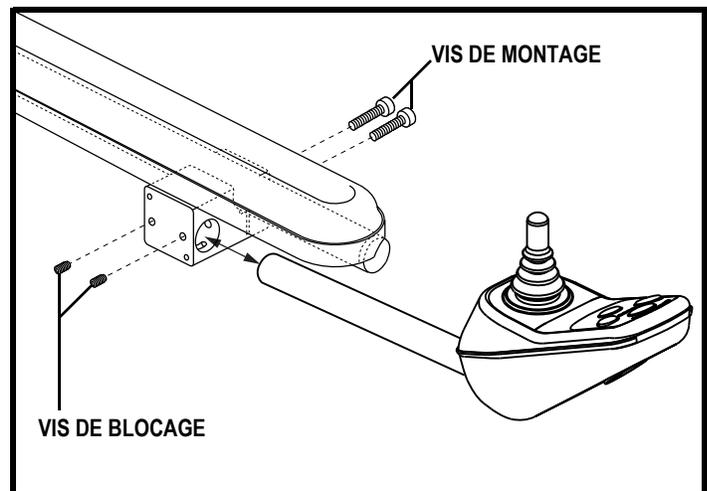

Figure 26. Support de montage de la manette de commande
5. Desserrez les vis sur le bloc de montage du contrôleur voir la figure 26.